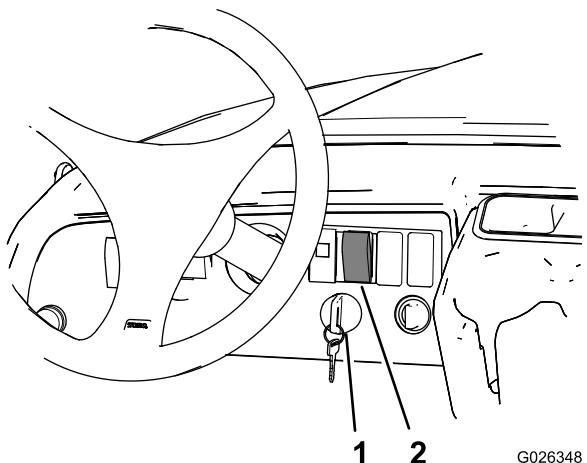

Figura 22
- Girate l'interruttore a chiave in posizione On (Figura 22).
- Premete la metà superiore dell'interruttore di sollevamento del pianale fino a quando l'attuatore del pianale non è completamente esteso (Figura 22).
- Girate l'interruttore a chiave in posizione Off (Figura 22).